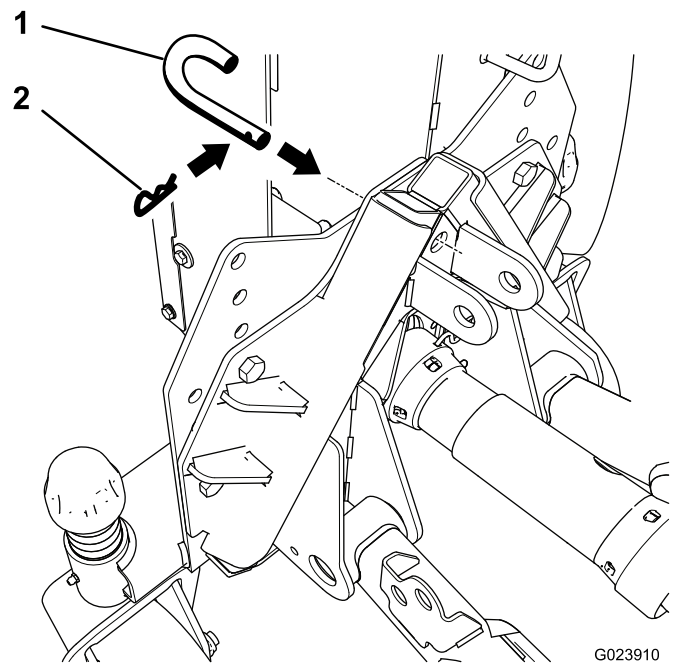

Bild 12
4. Stecken Sie den Arretierbolzen durch die Adapter und befestigen Sie ihn mit einem Splint (Bild 12).